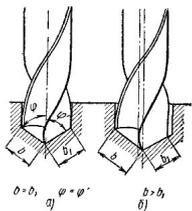

Рис. 91. Отверстия, получаемые при сверлении:
1. режущие кромки сверла должны быть симметричны, т. е. расположены под определенными и равными углами к оси сверла, и иметь одинаковую длину (рис. 91, а);
На рис. 91 показаны отверстия, получаемые при сверлении правильно и не правильно заточенными сверлами. При одинаковой длине режущих кромок (рис. 91, а) диаметр отверстия почти равен диаметру сверла. Если же одна кромка длиннее другой (рис. 91, б), то диаметр отверстия получается больше диаметра сверла. Это может вызвать брак и быстро вывести сверло из строя ввиду неравномерной нагрузки режущих кромок.